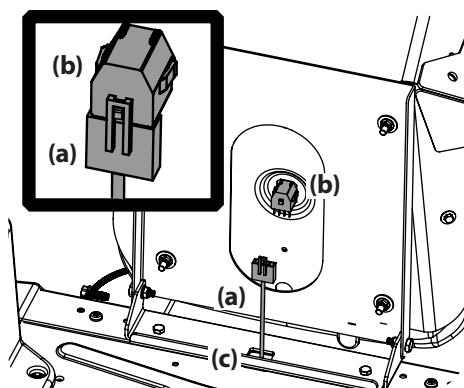

Figura 2-13
- Si es necesario, conecte el mazo de cables del interruptor del asiento (a) al interruptor del asiento (b), como se muestra en la Figura 2-13. Asegúrese de empujar el cable excedente del cableado para que ingrese en el orificio de la caja del asiento (c) antes de continuar.